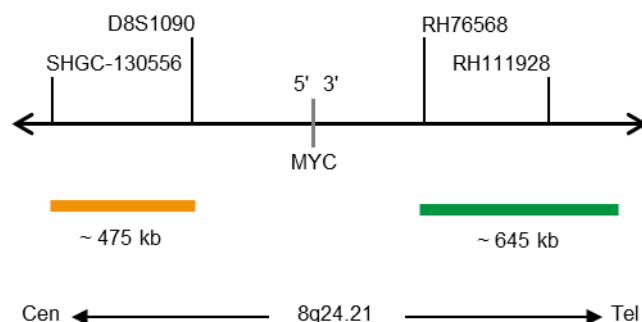

Fig. 1: SPEC MYC Mappa della sonda (non in scala)
- Polinucleotidi (~10 ng/μl) marcati con ZyGreen (eccitazione 503 nm/emissione 528 nm), che hanno come bersaglio sequenze mappate in 8q24.21* (chr8:130,373,051-130,930,673), distali alla regione del breakpoint MYC (vedere Fig. 1).
- Polinucleotidi (~4,5 ng/μl) marcati con ZyOrange (eccitazione 547 nm/emissione 572 nm), che hanno come bersaglio sequenze mappate in 8q24.21* (chr8:127,888,765-128,363,281), prossimali alla regione del breakpoint di MYC (vedere Fig. 1).